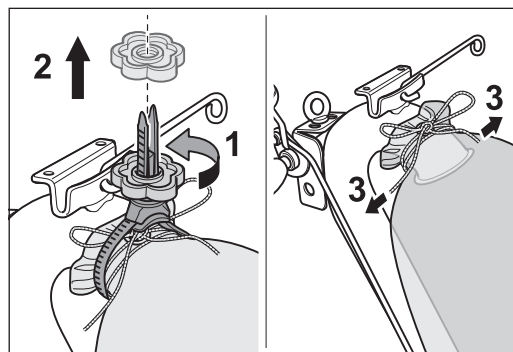

Abb. 44 Den MultiClip lösen (1 und 2) und die Schleife am Staubsack öffnen (3).
- 4 Lösen Sie den MultiClip-Staubsackverschluss durch das Aufdrehen der Mutter (Abb. 44, 1 und 2) und nehmen Sie den MultiClip ab. Öffnen Sie die Schleife der Kordel am Staubsack (Abb. 44, 3).